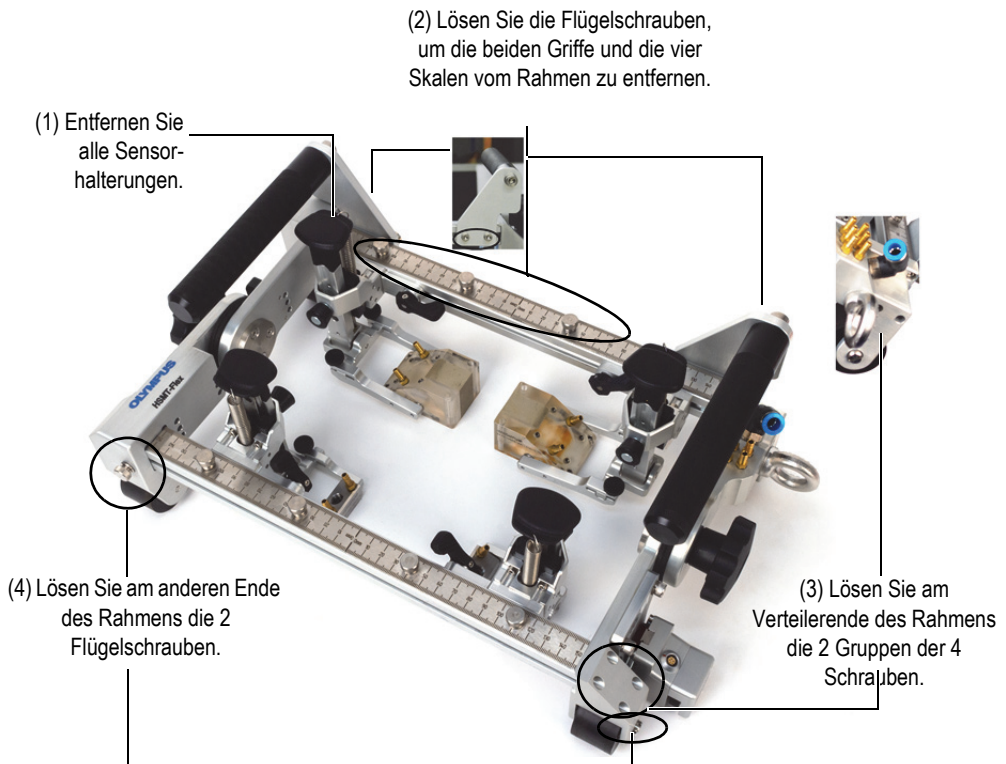

Abbildung 2-28 Ändern der Rahmenstangenabschnitte
Siehe Abbildung 2-28 auf Seite 57 für die logische Abfolge der Schritte.
1. Entfernen Sie alle Sensorhalterungen (Abbildung 2-28 auf Seite 57 [1]).
2. Lösen Sie die Flügelschrauben, um die beiden Griffe und die vier Skalen vom Rahmen zu entfernen (Abbildung 2-28 auf Seite 57 [2]).
3. Lösen und entfernen Sie mit dem entsprechenden Sechskantschlüssel die beiden Gruppen der vier Schrauben am Verteilerende des Rahmens (Abbildung 2-28 auf Seite 57 [3]).
4. Entfernen Sie manuell die beiden Flügelschrauben am anderen Ende des Rahmens (Abbildung 2-28 auf Seite 57 [4]).